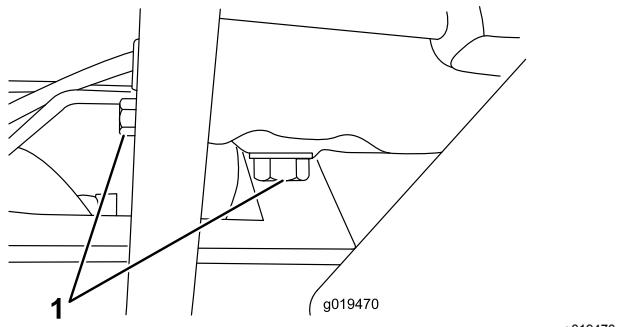

Figura 51
1. Retire o tampão de escoamento (Figura 51) e deixe o óleo escorrer para um recipiente adequado. Quando o óleo parar, volte a montar o tampão de escoamento.